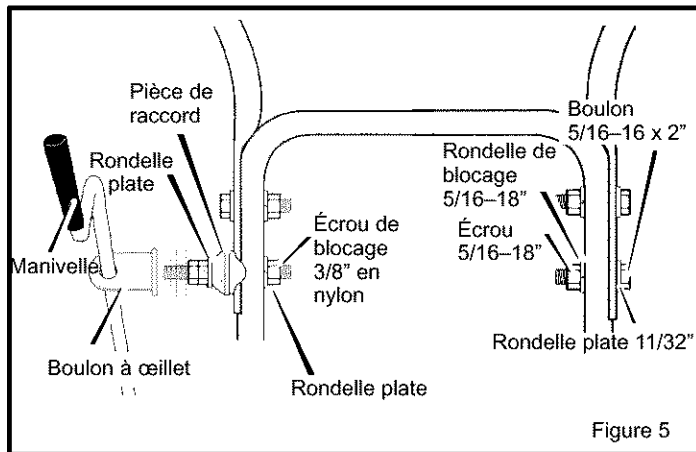

Figure 5
3. Installer les pièces fournies dans le sac (vis, rondelle plate, rondelle de blocage, écrou hexagonal) dans l'orifice droit du bas de la poignée supérieure (voir Figure 5). Ne visser qu'une fois que tous les boulons sont en place.
6. Faire passer le boulon à œillet à travers l'orifice inférieur de la poignée gauche. (Voir Figure 5).